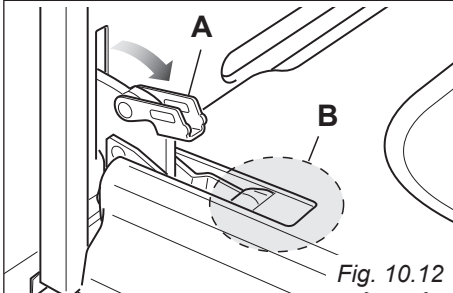
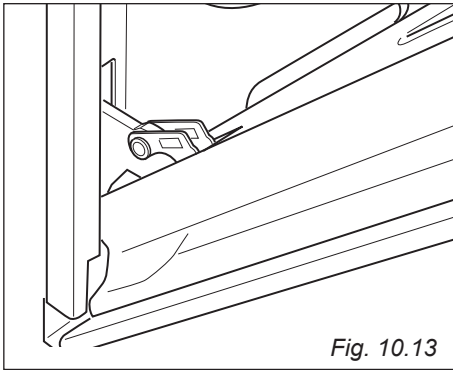

Fig. 10.12
Fig. 10.13
- Aprire completamente la leva "A" delle cerniere destra e sinistra (fig. 10.12).
- Socchiudere dolcemente la porta (fig. 10.13) fino a quando le leve "A" delle cerniere destra e sinistra si agganciano alla parte "B" della porta (fig. 10.12).